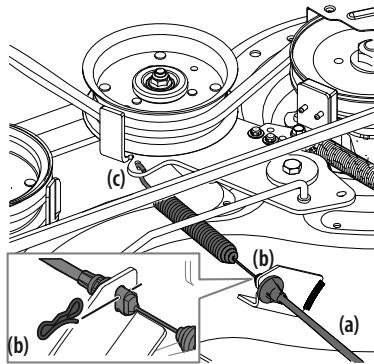

Figura 34
10. Extraiga con cuidado el cable de la PTO (a) de la parte posterior de la plataforma de corte retirando el pasador de chaveta (b) que lo sujetó. Retire el resorte (c) del soporte de polea loca de la plataforma. Consulte la Figura 34.